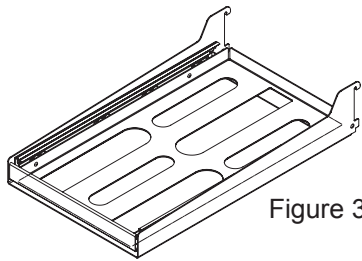

Figure 36
- (2) étagères en porte-à faux, encadrement et verre (Voyez la Figure 36).